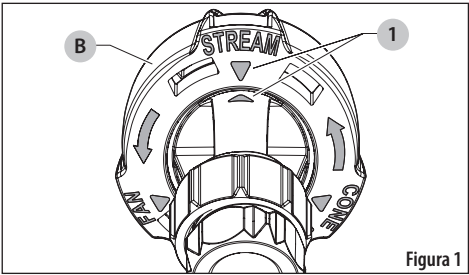

Figura 1
El extremo de la boquilla caerá en su lugar cuando los indicadores de flecha (1) se alineen. Vea la Figura 1.